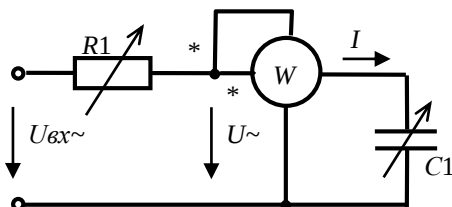

Рис. 6. Схема цепи переменного тока для исследования свойств конденсатора.
7. Соберите цепь в соответствии с рис.6, установив емкость конденсатора $C1$ в диапазоне 2...10мкФ. Представьте цепь преподавателю для проверки.